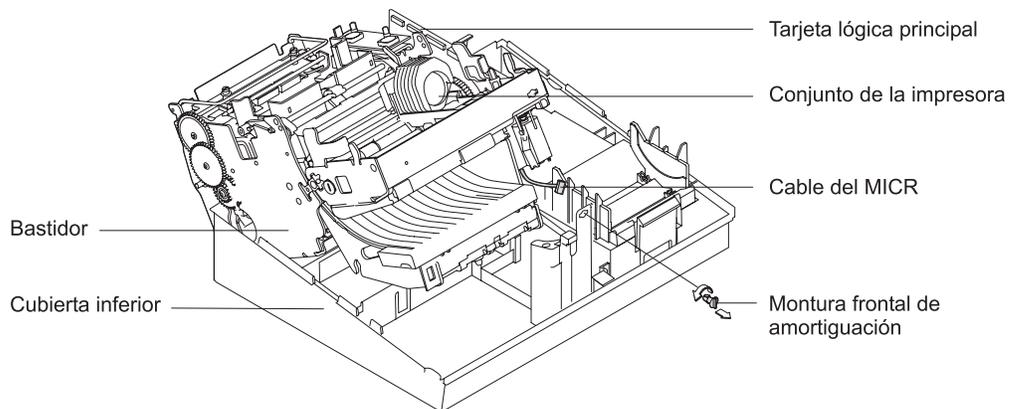

Figura 4-22. Desconexión del cable del MICR
- “Extracción y sustitución del rodillo de alimentación de inserción de documentos (ID) (modelos con ID)” en la página 4-37
- 4. Gire la montura frontal de amortiguación hasta la posición horizontal y tire de ella para extraerla. Consulte la Figura 4-22 en la página 4-31.